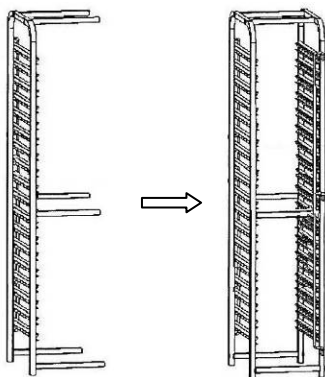

Fig. 1
1. D'abord, monter six traverses, en haut, au milieu et en bas, à l'une des parties latérales du chariot de transport (**fig. 1**).